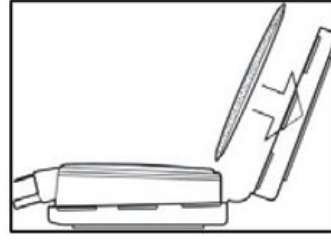
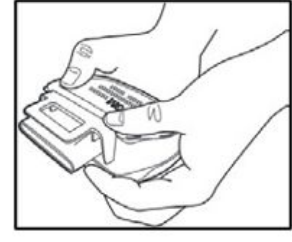

Fig.7
Fig.8
3. Oriente un filtro en la otra mitad del retenedor del filtro de modo que la forma del filtro se alinee con la forma del retenedor del filtro y el lado impreso del filtro quede hacia abajo (Fig. 7). Envuelva el extremo opuesto del retenedor alrededor del cartucho y asegúrelo al presionar hacia abajo las cuatro esquinas del retenedor del cartucho/filtro (Fig. 8).